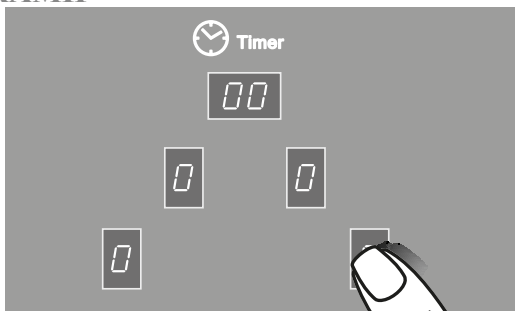

Рис.20
1. Коснуться зоны ② с обозначением выбранной конфорки, после чего конфорка перейдет в режим управления. В соответствующем окне индикации ярко загорится «0» (рис.20), во всех остальных окнах - менее ярко.